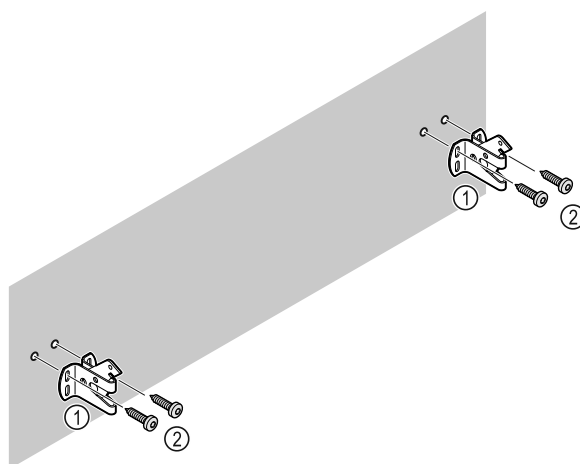

Fig. 10
În funcție de natura peretelui (lemn, beton), utilizați un material de fixare adecvat (de exemplu, dibluri) și suficiente puncte de fixare Fig. 10 (2).
- ▶ Fixați cârligele de siguranță. Fig. 10 (1)